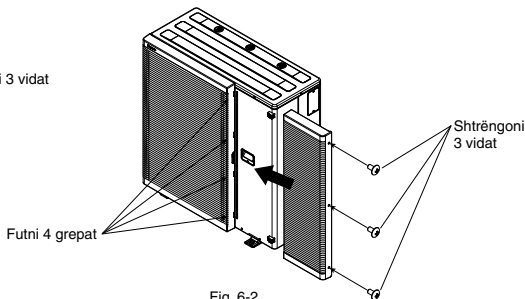

Fig. 6-2
- Futni 4 grepat e grilës së shkarkimit (ana e djathtë) dhe shtrëngoni 3 vidat. (Fig. 6-2)